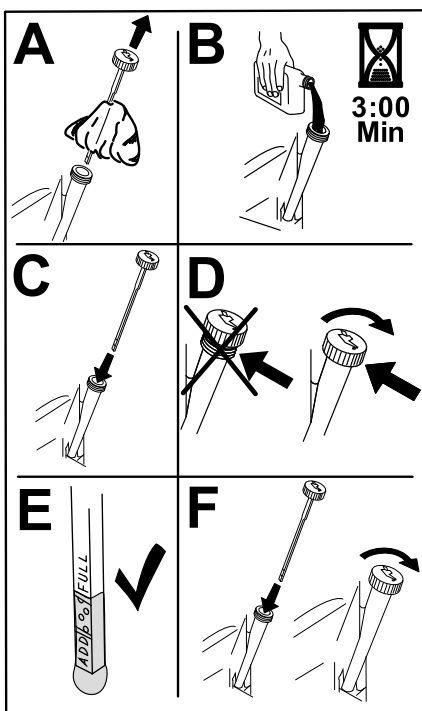

Figura 60
6. Vierta lentamente un 80 % aproximadamente del aceite especificado por el tubo de llenado, luego añada lentamente el resto del aceite hasta que llegue a la marca de Lleno (Figura 60).